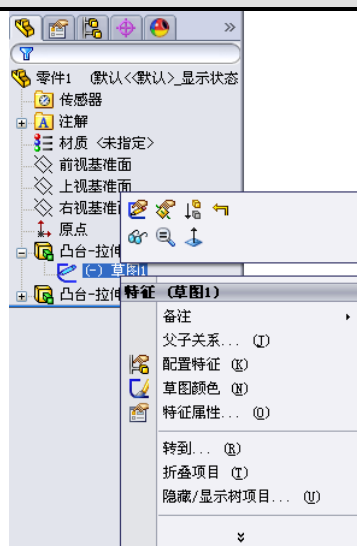

图 1-10 折叠所用项目
1. FeatureManager 设计树仅在要求时展开、折叠和滚动。要折叠所有项目，右键单击并选择折叠项目，或按 Shift+C 键（如图 1-10 所示）。